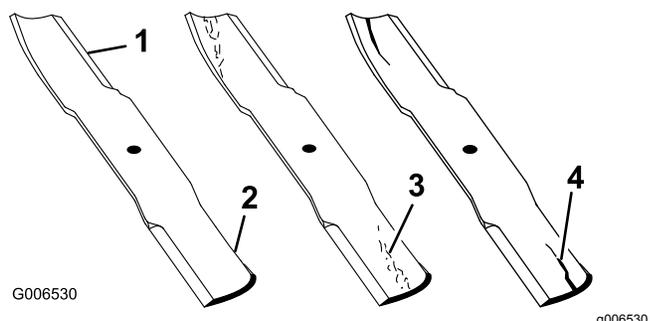

Figure 87
- Examinez le tranchant des lames (Figure 87).
- Remplacez immédiatement toute lame fendue, usée ou qui présente une entaille (Figure 87).